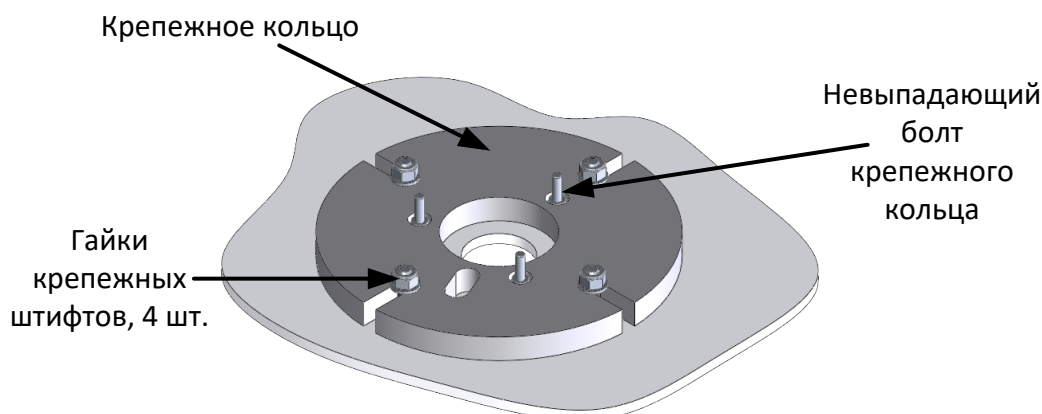

Рисунок 35: Крепежное кольцо, установленное на смесителе (установлены невыпадающие болты)
- С помощью крепежных штифтов установите крепежное кольцо на крышке смесителя и убедитесь, что 3 невыпадающих болта крепежного кольца установлены, а их гайки затянуты, с тем чтобы болты оставались на месте (Рисунок 35).